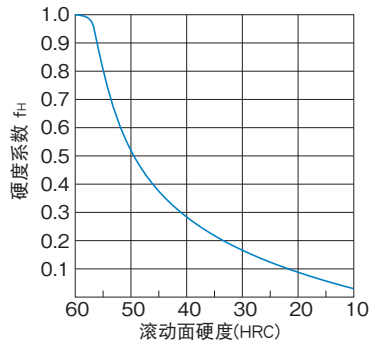

图10 硬度系数 (f_H)
- C₀ : 基本静额定载荷(径向方向) (N)
- C_{OL} : 基本静额定载荷(反径向方向) (N)
- C_{OT} : 基本静额定载荷(侧向) (N)
- P_R : 负荷计算值(径向方向) (N)
- P_L : 负荷计算值(反径向方向) (N)
- P_T : 负荷计算值(侧向) (N)
- f_H : 硬度系数(请参照 B1-75中的 图10)
f_H : 硬度系数 (参照图1-75图10)
f_H : 硬度系数 (参照B1-75图10)